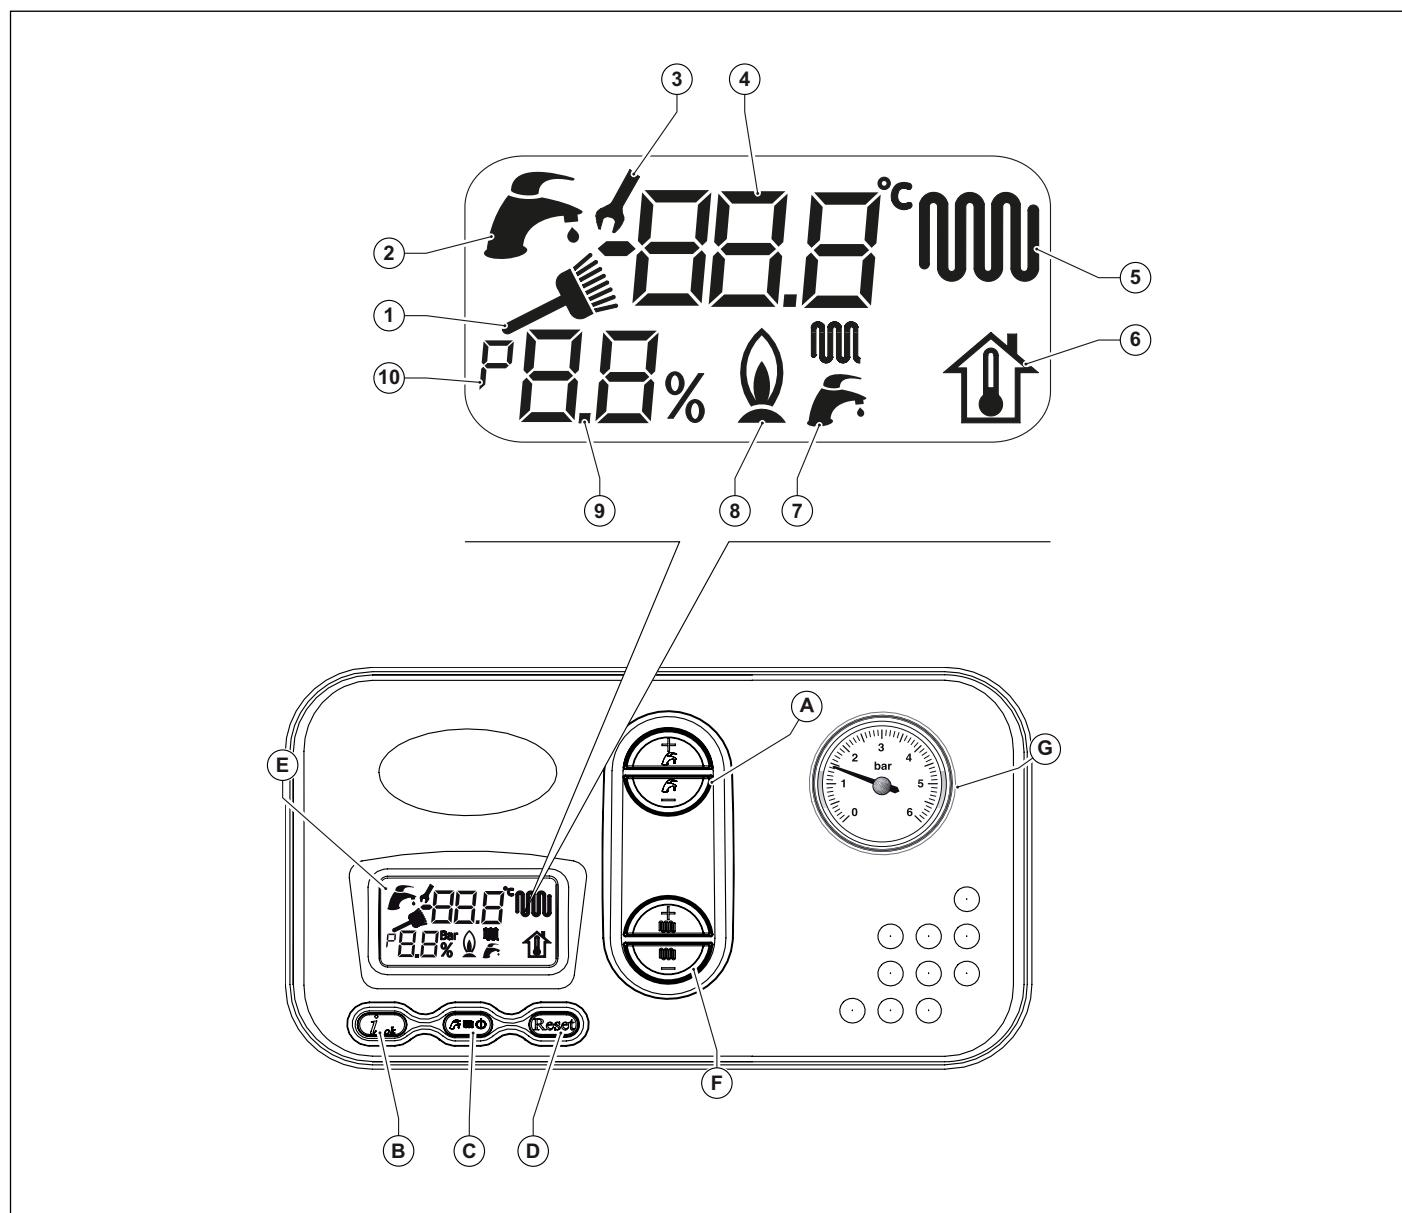

Рис. 1 Панель керування
- Вибрать режим роботи котла: OFF/ЛІТО/ЗИМА/ТІЛЬКИ ОПАЛЕННЯ (див. кнопку (С) на Рис. 1 Панель керування на сторінці 8).